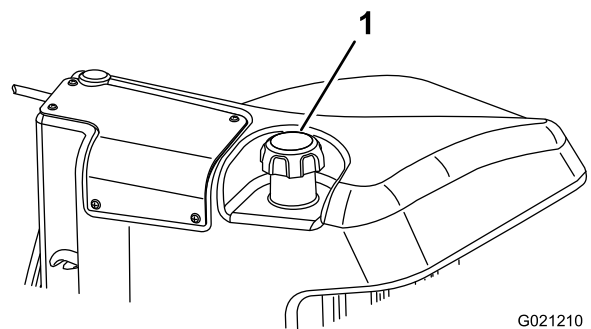

Bild 29
3. Nehmen Sie den Deckel vom Kraftstofftank ab (Bild 29).